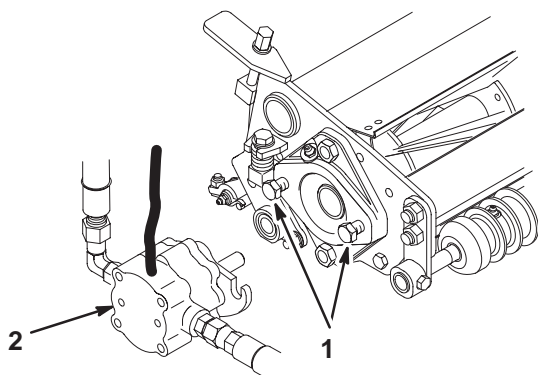

Figure 14
7. Installez les vis d'assemblage du moteur d'entraînement des cylindres sur chaque plateau de coupe. Laissez dépasser environ 13 mm de filetage sur chaque vis de montage (Fig. 14).
10. Lubrifiez l'arbre cannelé de chaque moteur avec de la graisse propre, puis montez le moteur en le tournant dans le sens horaire de sorte que les brides dépassent les goujons. Tournez le moteur dans le sens horaire jusqu'à ce que les brides encerclent les goujons. Serrez les vis de montage (Fig. 14).